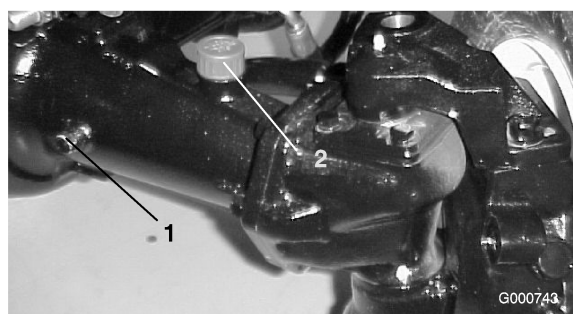

Bild 56
2. Nehmen Sie eine Prüfschraube (Bild 56) von einem Achsenende ab und vergewissern Sie sich, dass das Schmiermittel bis zur Unterkante
des Lochs steht. Entfernen Sie bei niedrigem Ölstand die Füllschraube (Bild 56) und füllen genug Öl ein, um den Stand bis an die Unterseite der Prüfschraubenöffnungen anzuheben.